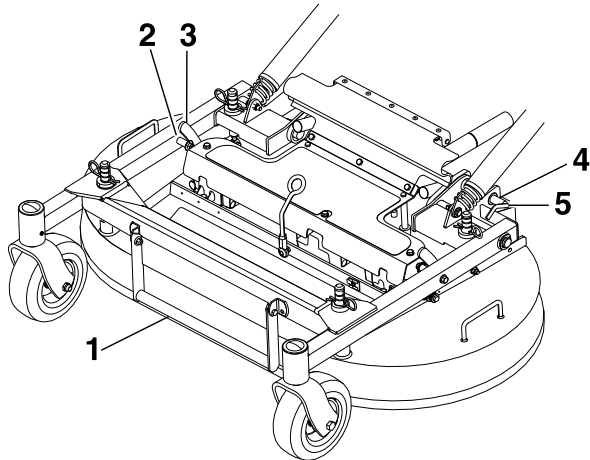

Figura 8
3. Libere los pasadores de bloqueo de la carcasa de corte a cada lado (Figura 8).
2. Presione los pasadores de bloqueo de la carcasa hacia dentro y gírelos hacia delante para bloquear la carcasa del cortacésped en la posición de bajada (Figura 8).